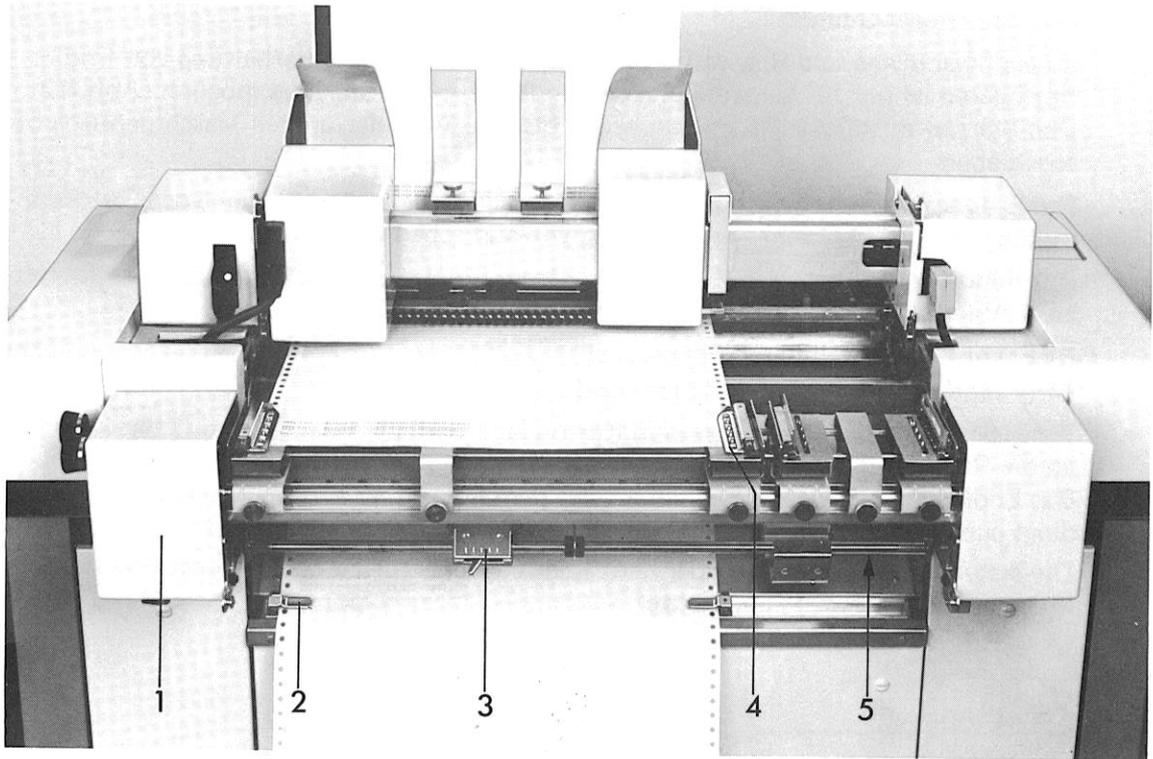

Abb. 11 Papierführung, Rückseite
- Papierspanneinrichtung (Abb. 11) öffnen, nach unten bis zur Rastung drücken,
- am Papierendekontakt (Abb. 11) den Abtasthebel hochstellen.
- zu den Traktoren Abb. 11 führen